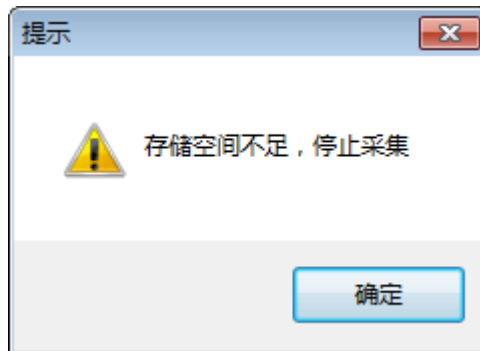

图 5.3 存储空间不足的提示
(2) 如果缓存数据目录所在的磁盘已满，会弹出如图 5.3 提示，并自动停止采样。